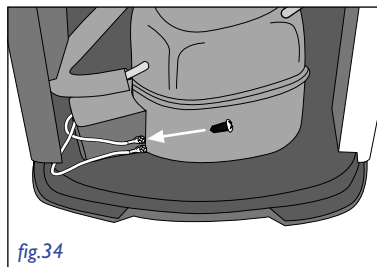

fig.34
- c. Connecter le fil de terre vert/jaune au compresseur, près du fil de terre existant, avec la vis et la rondelle fournies (voir Fig. 34).